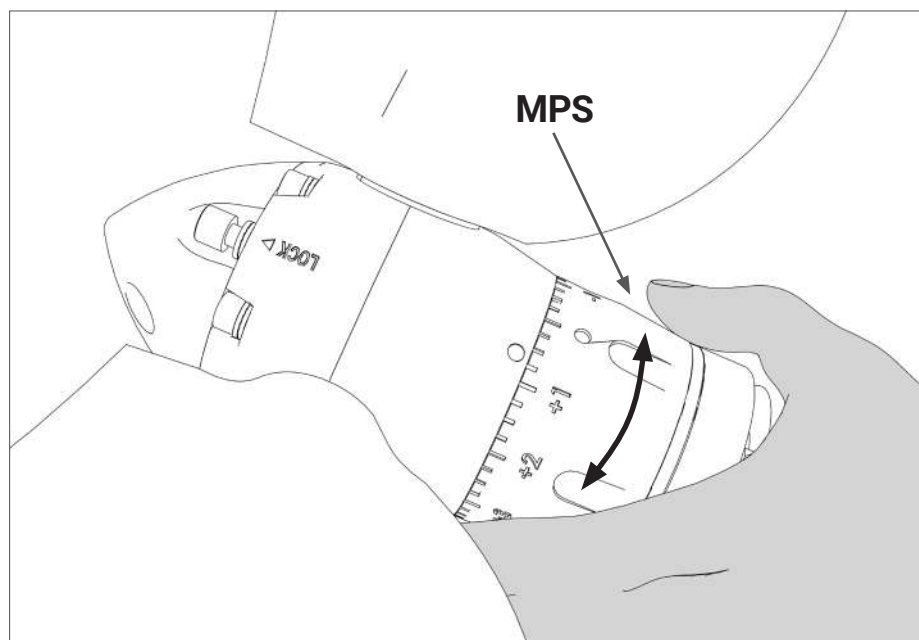

FIG. 25 | Regolazione del passo
- Per ottenere la variazione di passo desiderata, ruotare la ghiera allineando in maniera precisa la tacca selezionata con il simbolo "O" posto sul corpo elica (Fig. 25).